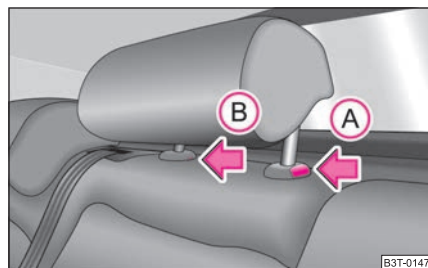

Fig. 67 Asientos posteriores: reposacabezas central
- Pulse el seguro en sentido de la flecha (A) ⇒ página 76, fig. 67, presione al mismo tiempo con un destornillador plano, con un ancho de 5 mm como máx., el seguro en el orificio (B) y retire el reposacabezas.